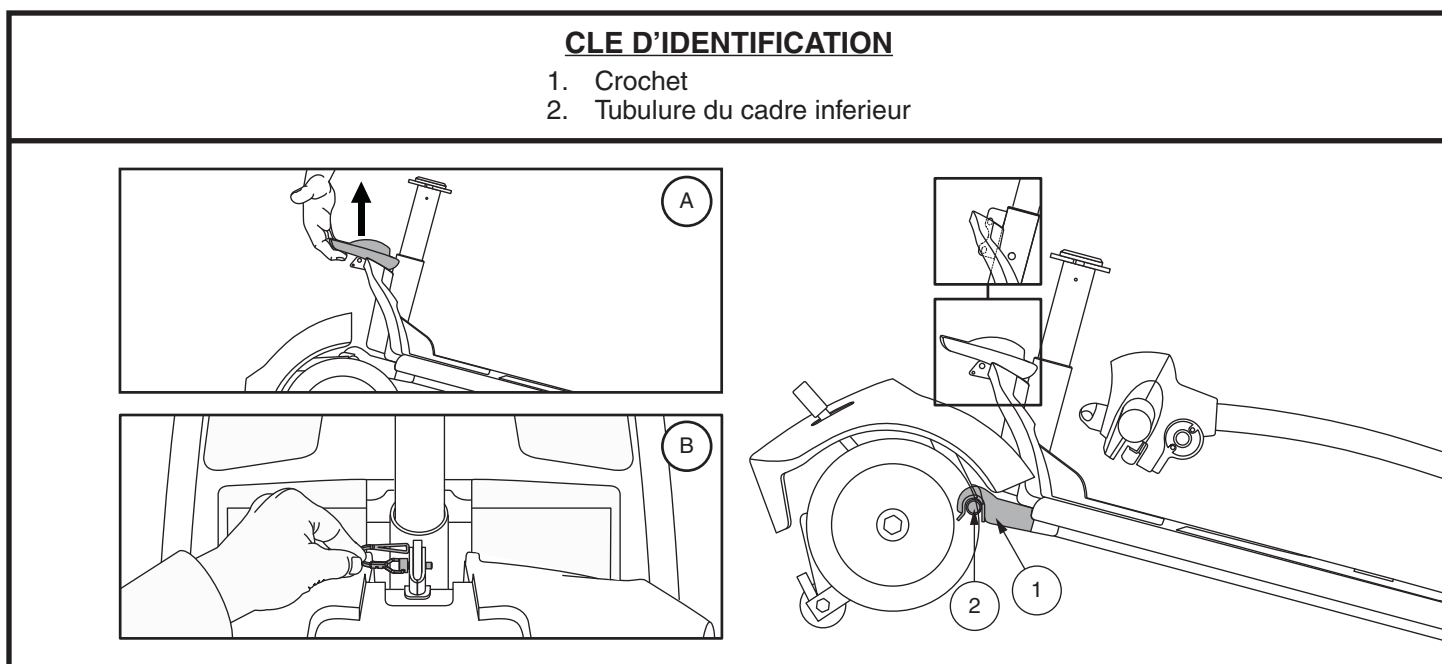

Figure 32. Levier de blocage du cadre (Style A) et Libérez la goupille de verrouillage de blocage du châssis (Style B)
4. Séparez doucement les sections du Travel Scooter. **Voir la figure 32.**
NOTE: Avant de débiter l'assemblage, basculez légèrement la section arrière du Travel Scooter vers ses rolettes antibasculer tel que montré dans la figure 32.
1. Soulevez la section avant par le levier de blocage (ou le mât du siège sur les modèles 36, 83, et 84) et alignez les crochets avec la tubulure de la section arrière. **Voir la figure 32.**
2. Une fois que les crochets du châssis sont sur le tube inférieur du châssis, abaissez la section inférieure avant et faites pivoter la section arrière simultanément. Ceci engagera le verrouillage du châssis automatiquement pour les modèles 39, 40LX, 40X, 44X, 40E, 44E, 44LX, 49, 50LX, 54LX, 53, 53HD, 54, 54HD, 66, 67, 73, 74, et Jazzy ZTS. Pour les modèles 36, 83, et 84, vous aurez besoin de réinstaller la goupille de verrouillage du châssis pour terminer l'assemblage du corps. **Voir la figure 32.**